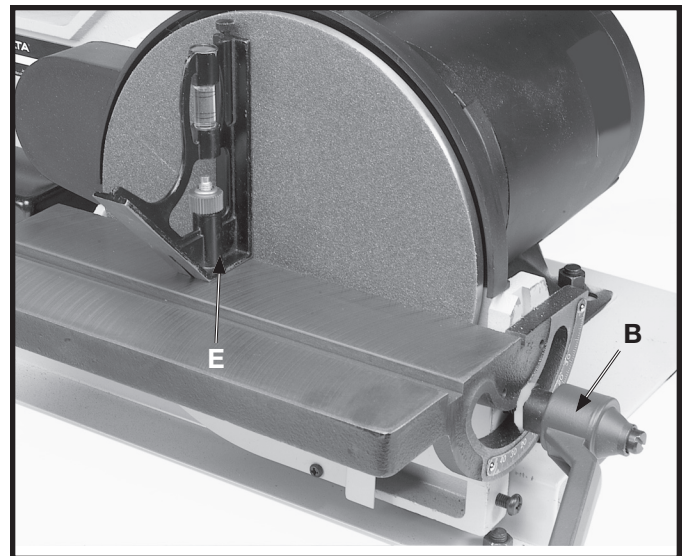

Fig. 29
Pour vérifier si la table est à 90 degrés par rapport au disque abrasif, placer une équerre (E) fig. 29, sur la table avec un côté contre le disque comme indiqué. Si un réglage s'avère nécessaire, desserrer le levier de verrouillage (B), déplacer la table jusqu'à ce qu'elle soit perpendiculaire au disque abrasif puis serrer le levier de verrouillage (B).